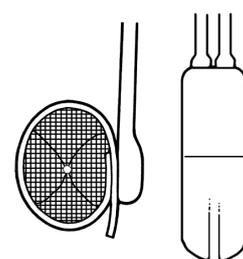

Abbildung 4-41. Manschette und Pumpe erneut gefüllt
*Hinweis: So wird der Ventilkegel des Deaktivierungsknopfs wieder in die aktivierte Position gebracht. Nach der Deaktivierung füllt sich erst die Pumpe, dann die Manschette (**Abbildung 4-41**). Es dauert einige Minuten, bis sich das System gefüllt hat und bis die Manschette die Harnröhre bzw. den Blasenhalshal verschließt. Wenn das System aktiviert ist, ist die Pumpe ggf. weniger druckfest.*